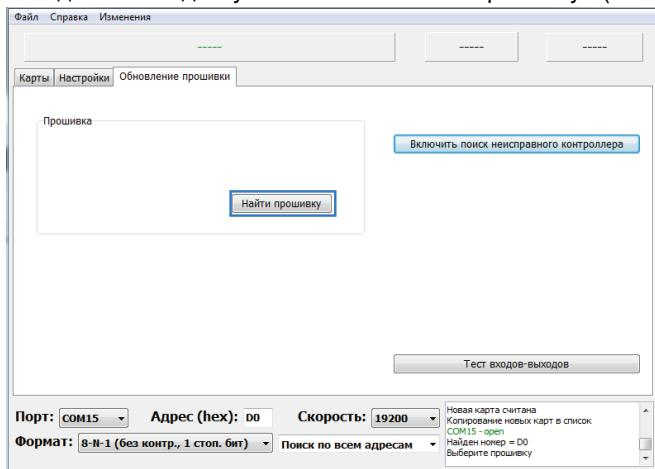

Рис.21. Выбор прошивки для загрузки в неисправный контроллер.
4. Подключить ТРК «AGFC» с поврежденной прошивкой к программатору «TKLS-Prog», подключенному к компьютеру. Программа «AGFCCConf» обнаружит неисправное устройство и предложит выбрать файл прошивки для загрузки в это устройство – в окне состояния появится сообщение «Выберите прошивку» и на вкладке станет доступной кнопка «Найти прошивку» (Рис.21).